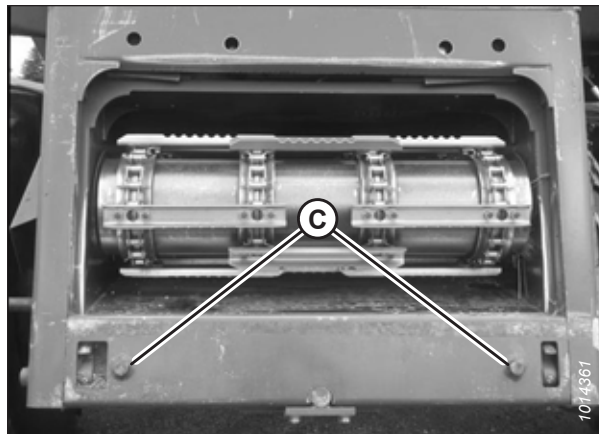

Figura 4.51: Pinos de alinhamento
3. Dê partida no motor e aproxime lentamente da plataforma até que o alimentador esteja diretamente sob a travessa superior do módulo de flutuação (A) e os pinos de alinhamento (C) (consulte a Figura 4.51, página 386) no alimentador estejam alinhados com os furos (B) na estrutura do módulo de flutuação.